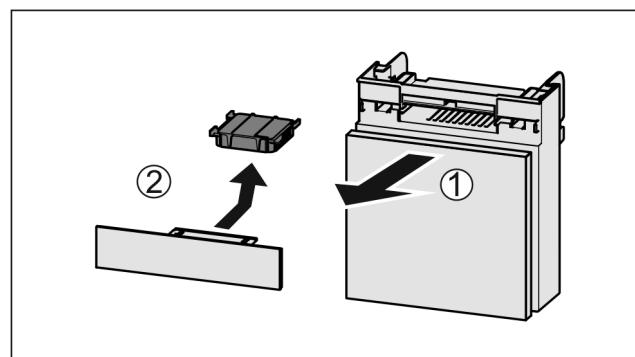

Fig. 200
- Издърпайте Fig. 200 (1) напред отделението.
- Извадете Fig. 200 (2) филтъра с активен въглен.